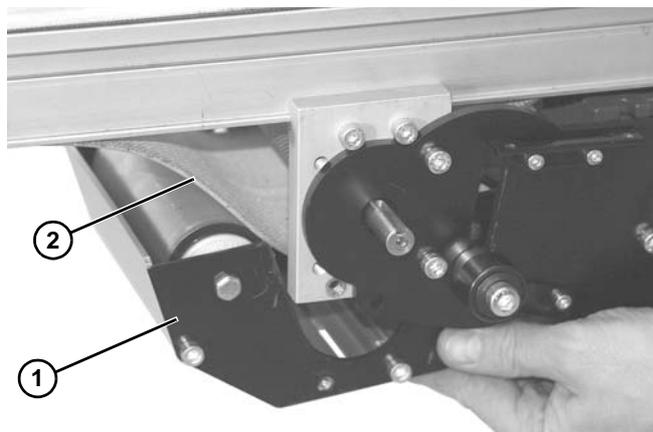

Figure 43
3. Descendre et retirer le module d'entraînement médian (**Figure 43, élément 1**) de la bande (**Figure 43, élément 2**).